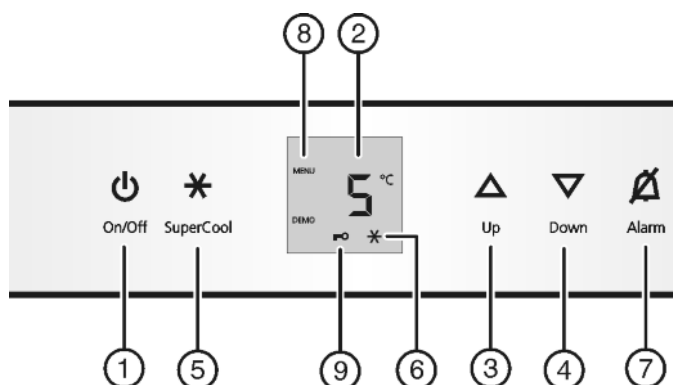

Fig. 2
- нажмите кнопку On/Off Fig. 2 (1).
- Активация режима настройки: удерживайте кнопку SuperCool Fig. 2 (5) прим. 5 с.
- Коротко нажмите кнопку SuperCool Fig. 2 (5) для подтверждения.
- Для включения защиты от детей коротко нажмите клавишу SuperCool Fig. 2 (5).
- ▷ Символ "Защита от детей" Fig. 2 (9) горит. На индикации мигает **с**.
- Для выключения защиты от детей коротко нажмите клавишу SuperCool Fig. 2 (5).
- ▷ Символ защиты от детей Fig. 2 (9) гаснет. На индикации мигает **с**.
- Выход из режима настройки: нажмите кнопку On/Off Fig. 2 (1).
- Нажмите кнопку Alarm Fig. 2 (7).
- ▶ Установка более высокой температуры: нажмите кнопку настройки Up Fig. 2 (3).
- ▶ Установка более низкой температуры: нажмите кнопку настройки Down Fig. 2 (4).
- ▶ Коротко нажмите кнопку SuperCool Fig. 2 (5).
- ▷ На индикации горит символ SuperCool Fig. 2 (6).
- ▷ Символ SuperCool Fig. 2 (6) на индикации гаснет.